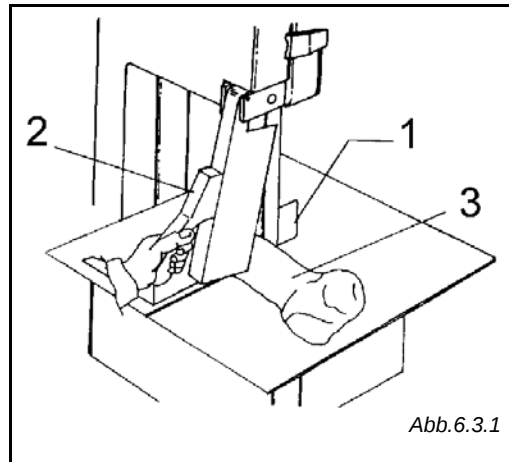

Abb.6.3.1
6.3 - Gebrauch der Knochensäge (Abb.6.3.1)